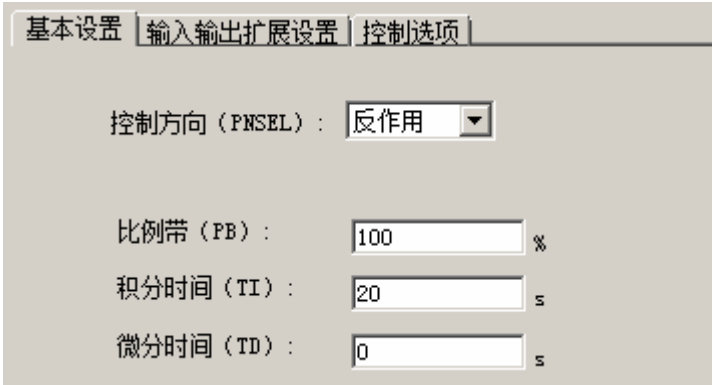

图 15-4 内部参数-基本设置
3. 内部参数中，包含三部分参数设置：基本设置、输入输出扩展设置、控制选项。首先进行基本设置，如图 15-4所示，在基本设置中，可设置功能块的控制方向、比例带、积分时间、微分时间等。